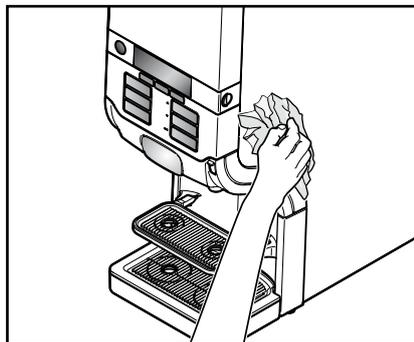

Abb. 28
6. Wischen Sie die Außenseite des Geräts mit einem feuchten und sauberen Tuch ab. (Abb. 28)